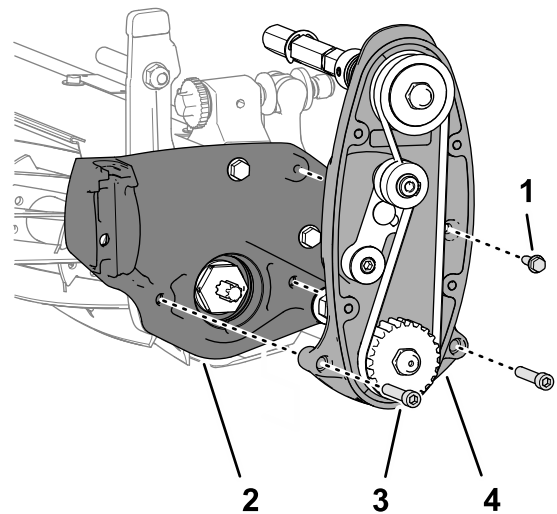

Figura 7
2. Remova o parafuso de cabeça flangeada (1/4 pol. x 3/4 pol.) que prende o conjunto da transmissão do cilindro à placa lateral da unidade de corte (Figura 7).
3. Remova os dois parafusos de cabeça sextavada interior (5/16 pol. x 1 1/2 pol.) das duas porcas de bloqueio (mantidas cativas na placa lateral) que prendem o conjunto da transmissão do cilindro à placa lateral da unidade de corte e remova a transmissão do cilindro (Figura 7).